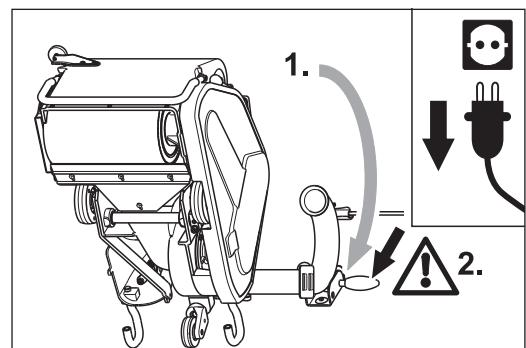

Abb. 43 Die Maschine nach hinten kippen (1.) und vorsichtig auf dem Boden ablegen. Achten Sie auf einen sicheren Stand der Maschine (2.)!
2 Kippen Sie die Maschine über die Sturzbügel nach hinten, so dass die Radlagerung zu sehen ist (Abb. 43, 1.). Legen Sie die Maschine vorsichtig auf dem Boden ab. Achten Sie auf einen sicheren Stand der Maschine (Abb. 43, 2.)!
- 3 Kippen Sie die Maschine über die Sturzbügel nach hinten (Abb. 43, 1.). Legen Sie die Maschine vorsichtig auf dem Boden ab. **Achten Sie auf einen sicheren Stand der Maschine (Abb. 43, 2.)!**